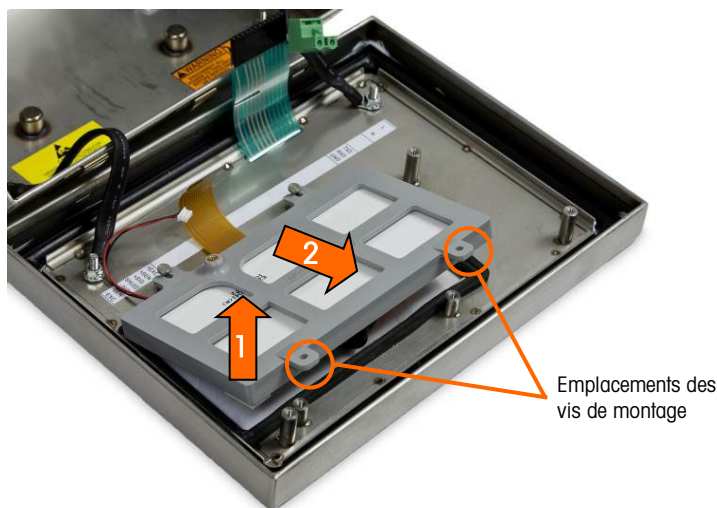

Figure 5-16 : Vis de montage du module de l'afficheur
1. Dévissez et retirez les deux vis maintenant le module de l'afficheur sur l'enceinte. Les positions des vis sont identifiées sur la Figure 5-16.
3. Placez le module de l'afficheur ACL dans le support avec les faisceaux de l'afficheur et du rétroéclairage orientés conformément à la Figure 5-16.
6. Installez les deux vis maintenant le module de l'afficheur sur l'enceinte. Les vis sont identifiées sur la Figure 5-16.